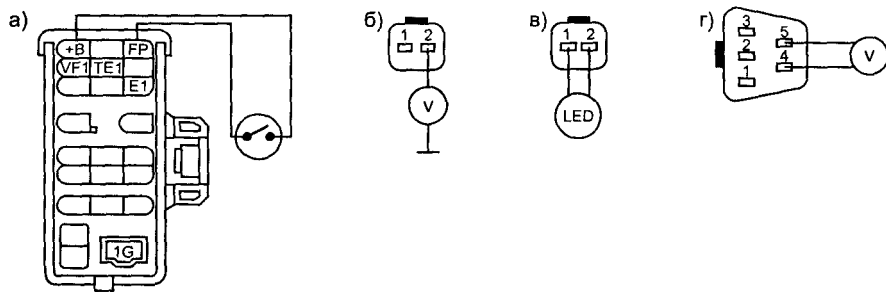

Рис. 2.8.7. Топливная система
- включают сервисный выключатель между контактами «+B» и FP разъема DLC (рис. 2.8.7а);
- включают зажигание и измеряют напряжение на контакте 2 разъема жгута форсунок (рис. 2.8.7б) — около 12 В, если питания нет, проверяют замок зажигания и соответствующие соединения;
- подключив между контактами 1 и 2 разъема жгута форсунки LED-индикатор (рис. 2.8.7в), коротко проворачивают двигатель стартером — индикатор должен вспыхивать, если этого не происходит, проверяют замок